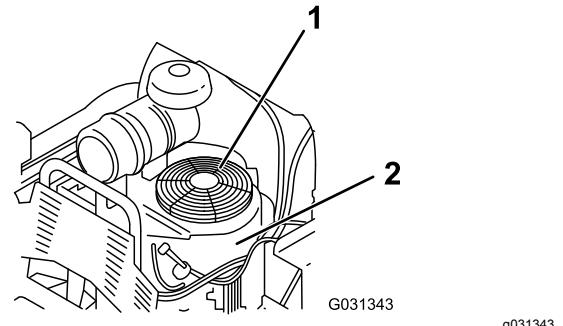

図 61
- 吸気スクリーンとファンハウ징を取り外す 図 61。
- 吸気スクリーンとファンハウ징を取り付ける 図 61。